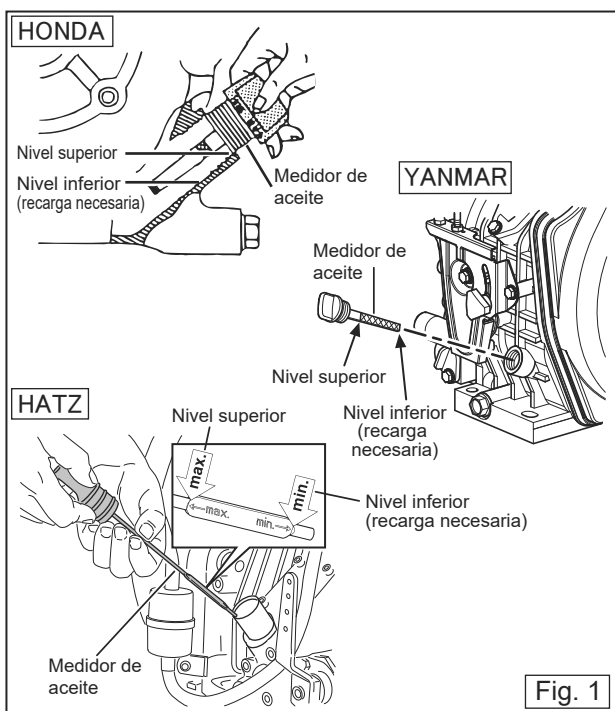

Fig. 1
- Compruebe el nivel de aceite. Si el nivel de aceite es bajo, añada aceite. (Fig. 1)